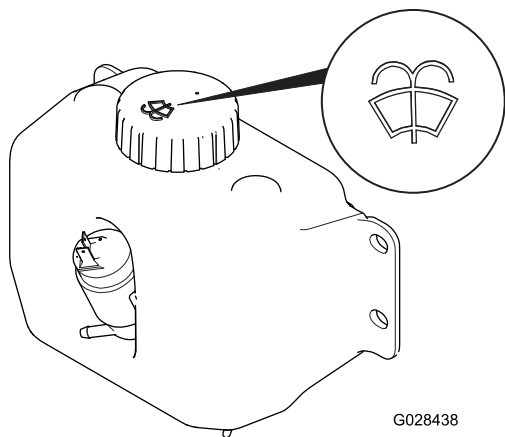

Figure 78
2. Ouvrez le capot et localisez le réservoir de lave-glace (Figure 78).